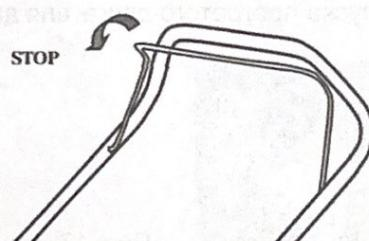

Рис. 20
- Потяните рычаг сцепления к ручке, чтобы включить колеса (рис. 20).
Чтобы свести к минимуму возможный риск несчастных случаев, двигатель вашей газонокосилки подключен к системе управления пользователя. Когда вы отпускаете рычаг управления, то он немедленно возвращается в исходное положение, и двигатель автоматически выключается. (рис.20)